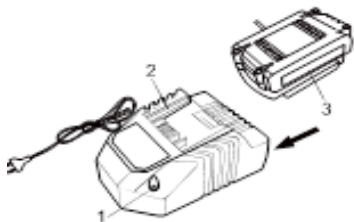

Рис. 4. Зарядка аккумулятора
1. Подключите зарядное устройство к розетке. Индикатор (1, рис. 4) загорится зеленым.
2. Вставьте аккумулятор в зарядное устройство. Индикатор (1, рис. 4) загорится красным.
3. Индикатор (1, рис. 4) загорится зеленым после полного заряда.
ВНИМАНИЕ! Чтобы сохранить работоспособность литий-ионного аккумуляторного блока, заряжайте ее при температуре окружающей среды от 0° С до 45° С. Если температура ниже 0° С или выше 45° С, индикатор (1, рис. 4) будет мигать красным.